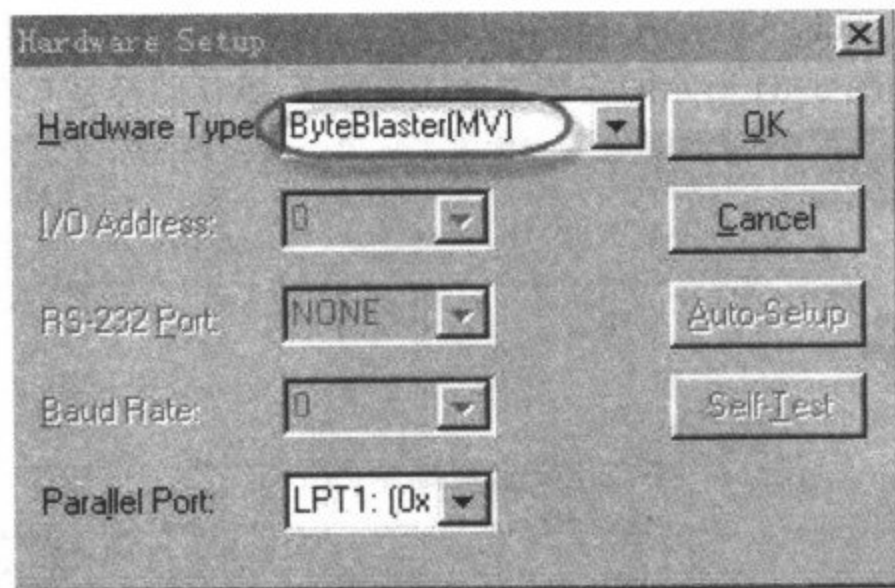

图 3-31 下载口设置窗口
(3) 执行菜单栏中的 Option→Hardware Setup, 将弹出对下载口进行设置窗口, 如图 3-31 所示; 从弹出的窗口中选择 ByteBlaster[MV](JTAG 方式进行编程), 单击 OK 按钮确认。